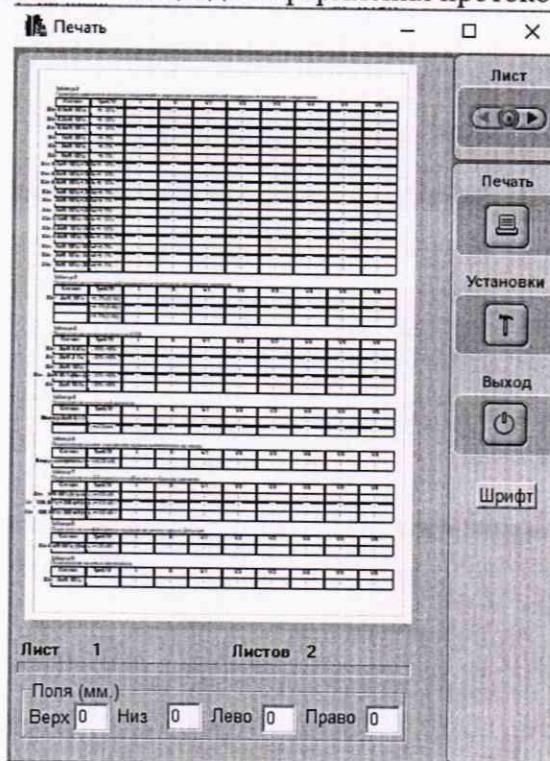

Рисунок 8 – «Протокол поверки» для прибора ПБС-01.ЭКГ-01
6.1. Вернуться в Главное меню и нажать кнопку «Печать протокола». При этом распечатываются все результирующие таблицы для оформления протокола поверки (рис. 8).